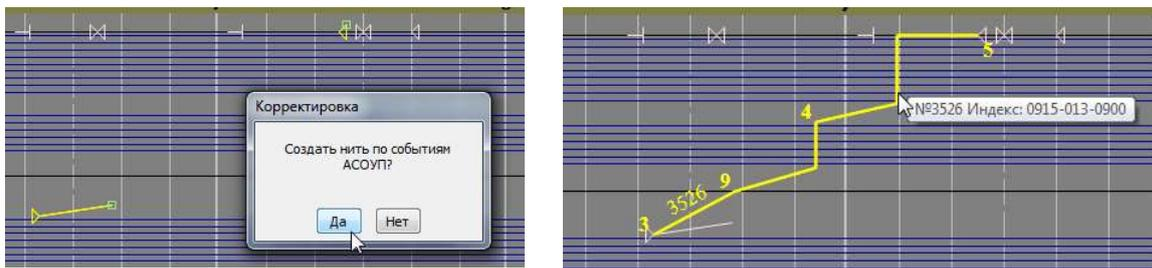

Рис.109.Создание нити по засечкам АСОУП
- в появившемся окне подтвердить создание нити по событиям АСОУП или отказаться от создания нити (см. рис.109 ).